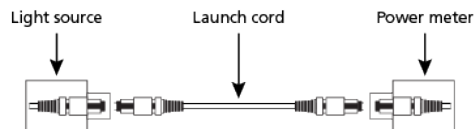

Figura 9. Definir a referência
1. Define uma referência entre a fonte de luz e o medidor de potência, usando o cabo de lançamento (veja a figura 9).